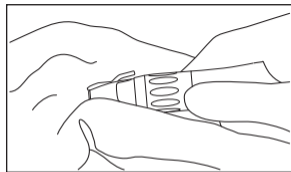

Fig. 8
3) Pulire l'esterno del manipolo utilizzando un panno inumidito con disinfettante o etanolo alla concentrazione del 60-90% (Fig. 8).